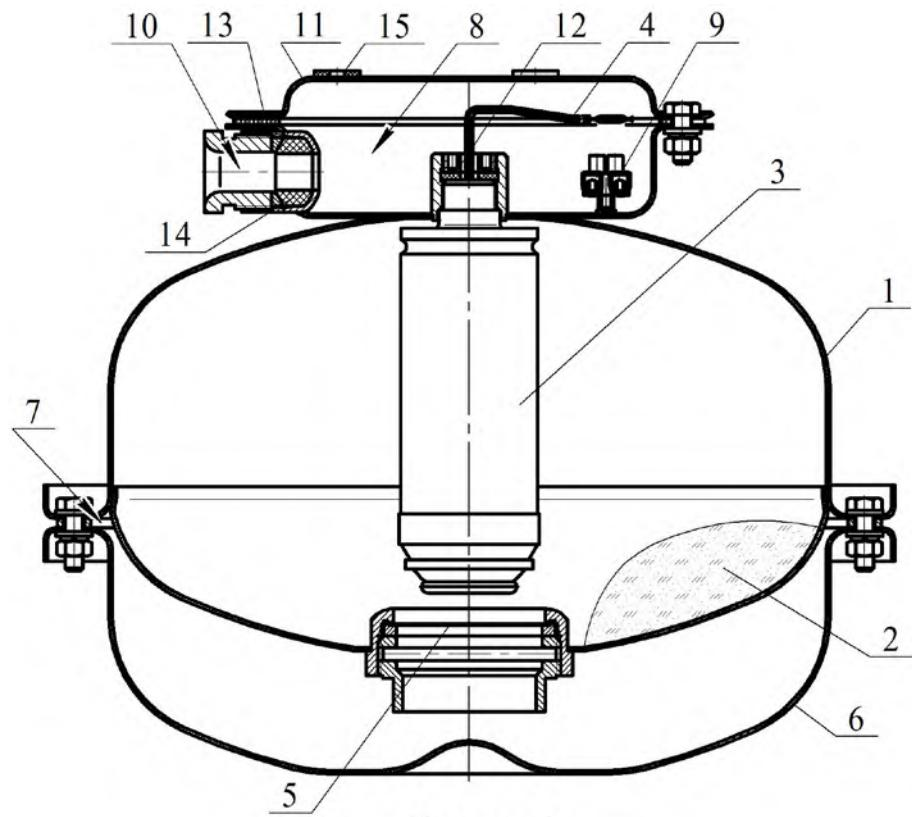

Рисунок 1
1.4.1.1 МПП (см. рисунок 1) состоит из корпуса **1**, в котором размещаются огнетушащий порошок (ОП) **2** и источник холдного газа (ИХГ) **3** с элементом электропусковым **4**. Сопловое отверстие для выхода ОП из корпуса перекрыто мембраной **5**. Со стороны соплового отверстия корпус **1** соединен с отражателем **6**. Насадок-распылитель **7** для выхода ОП представляет щелевой зазор между корпусом **1** отражателем **6**.
После подачи электрического импульса на выводы элемента электропускового **4 ИХГ 3** (см. рисунок 1) генерирует газ, который вспушивает ОП **2** и создает давление внутри корпуса МПП для вскрытия мембранны **5** и выброса через насадок-распылитель **7** струи ОП в зону горения.
2.1.3 Через резиновые прокладки **15** (см. рисунок 1) закрепить кронштейн **11** (см. рисунок 1) на потолке, стене, полу или иной несущей поверхности. Координаты отверстий в кронштейне, предназначенном для крепления МПП, показаны на рисунке 3.
2.1.4 Через резиновую прокладку **13** (см. рисунок 1) состыковать МПП с кронштейном и закрепить соединение гайками.